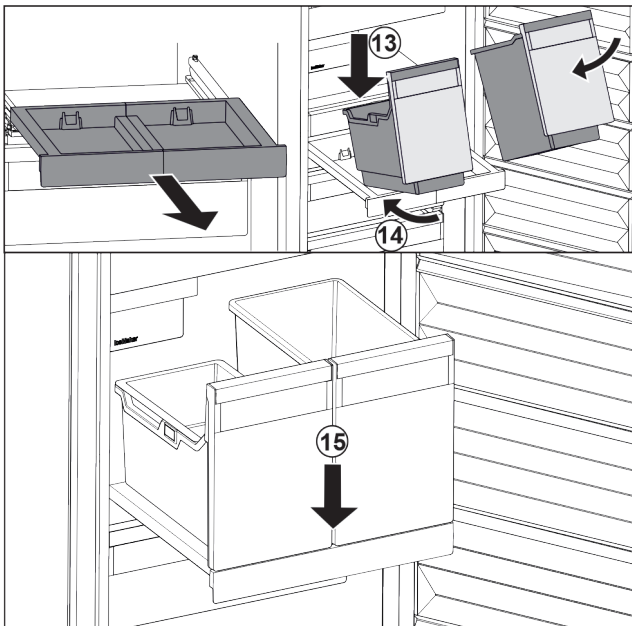

Fig. 145
- ▶ Behälter schräg auf das Auszugsbord aufsetzen. Fig. 145 (13)
- ▶ Behälter schräg nach hinten einschieben. Fig. 145 (14)
- ▶ Behälter vorne absetzen. Fig. 145 (15)